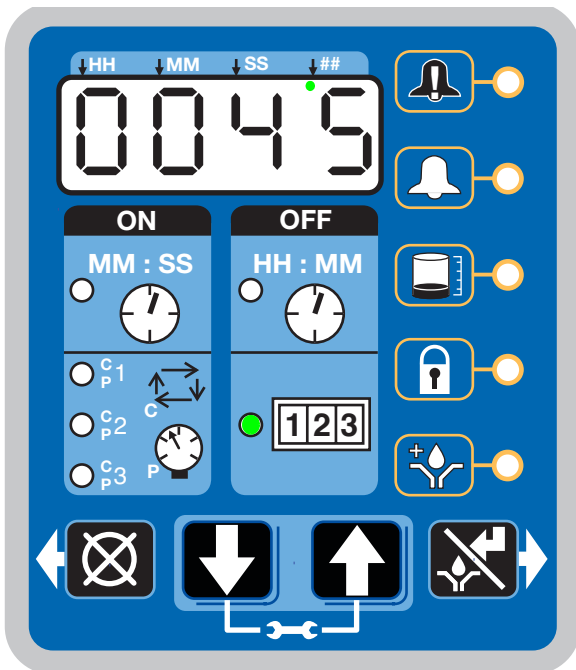

FIG. 34
- El LED junto a 1-2-3 se enciende (FIG. 34).
El ejemplo indicado en la FIG. 34 muestra que el número restante de Recuentos de máquina es 0045.
- Si Recuentos de máquina se ha configurado, el LED junto a 1-2-3 se enciende (FIG. 34, página 54).